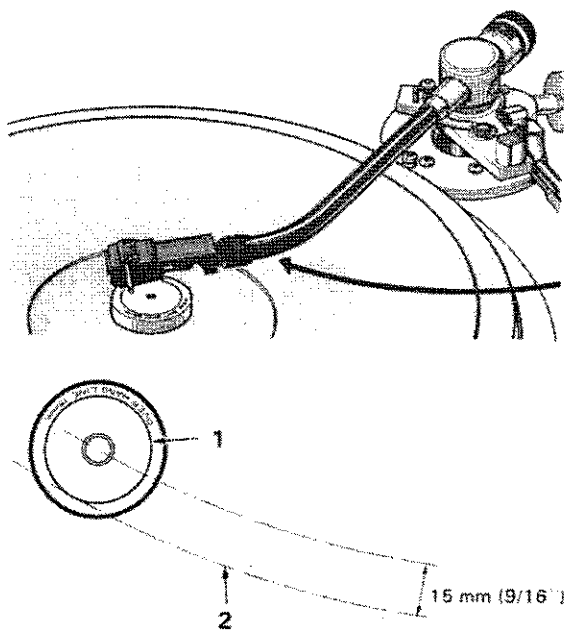

Fig. 15
- Introduire le centreur 45 tours fourni avec l'appareil sur l'axe central. Placer la cellule de manière que la pointe se trouve en face de la ligne de dépassement. Oter ensuite la coquille du bras et visser solidement la cellule sur la coquille (Fig. 15)
- Den mitgelieferten Mittellocheinsatz (Puck) für 17 cm-Single-Schallplatten auf die Plattentellerachse stecken. Dann den Tonarm über den Mittellocheinsatz schwenken und das Tonabnehmersystem so weit im Tonkopf nach vorn oder hinten schieben, bis die Spitze der Abtastnadel mit der kreisrunden Einstelllinie des Mittellocheinsatzes fluchtet, wie Fig. 15 zeigt. Nach exakter Überhang-Einstellung den Tonkopf ausbauen und die Tonabnehmer-Montageschrauben fest anziehen.
- Bevestig de meegeleverde EP-adapter op de middenas. Plaats het element zodanig, dat de naalpunt in lijn is met de overhang-lijn. Na instelling van het element de elementhouder van de toonarm nemen en het element stevig in de elementhouder vastzetten. (Fig. 15)
- Sätt den levererade EP-adaptorn på centrumtappen. Placeera pickuphuset så att nålspetsen tangerar överhängsmarkeringen på adaptorn. När pickupen sitter korrekt; ta bort pickupskalet från tonarmen och skruva fast pickupen ordentligt (Fig. 15)